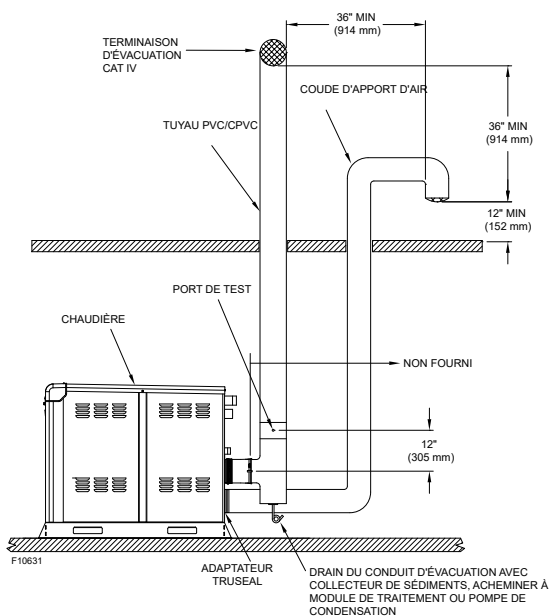

Figure 42. PVC/CPVC - Ventilation directe verticale
**⚠ ATTENTION:** le conduit d'évacuation de ce système de ventilation peut nécessiter des drains de condensation, installés conformément aux instructions du fabricant de tuyaux d'évacuation, comme illustré à la Figure 42. La non-installation de ces drains de condensation sur le conduit d'évacuation peut causer une défaillance non couverte par la garantie.
La terminaison d'évacuation directe doit se terminer par un té et être installée comme illustré à la Figure 42.